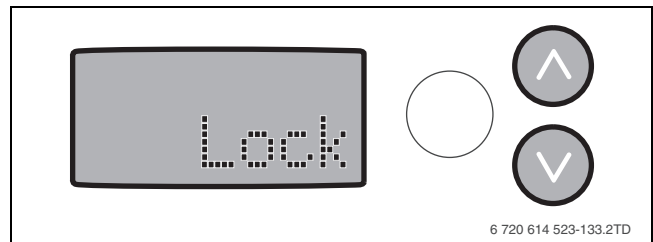

Fig. 40 Afișaj - Lock
- ▶ Pe afișaj apare timp de 5 secunde cuvântul „Lock” (→ fig. 40). Meniul de informații poate fi în continuare citit.